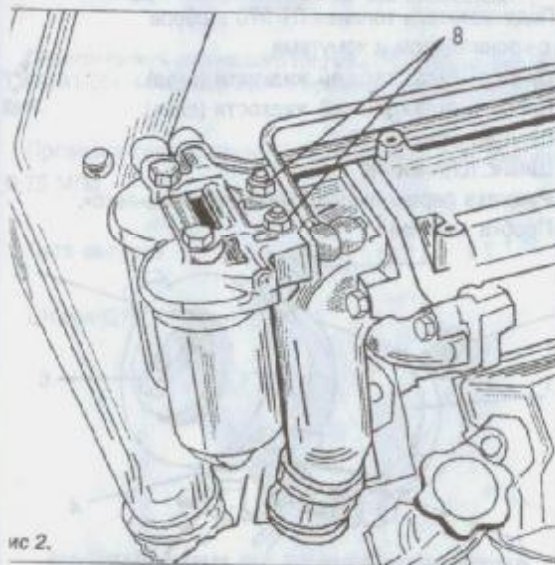

рис. 2.
1. Отвернуть гайки крепления ФТОТ поз. 8 (рис. 2).